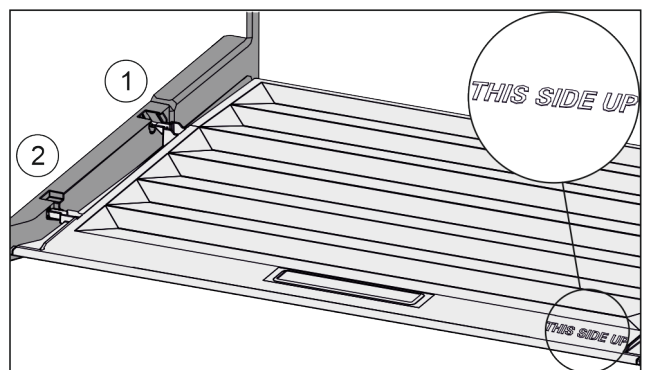

Fig. 59
- ▶ Výstupky veka zavedte cez otvor zadného držiaku Fig. 59 (1) a zaistite vpredu v držiaku Fig. 59 (2).